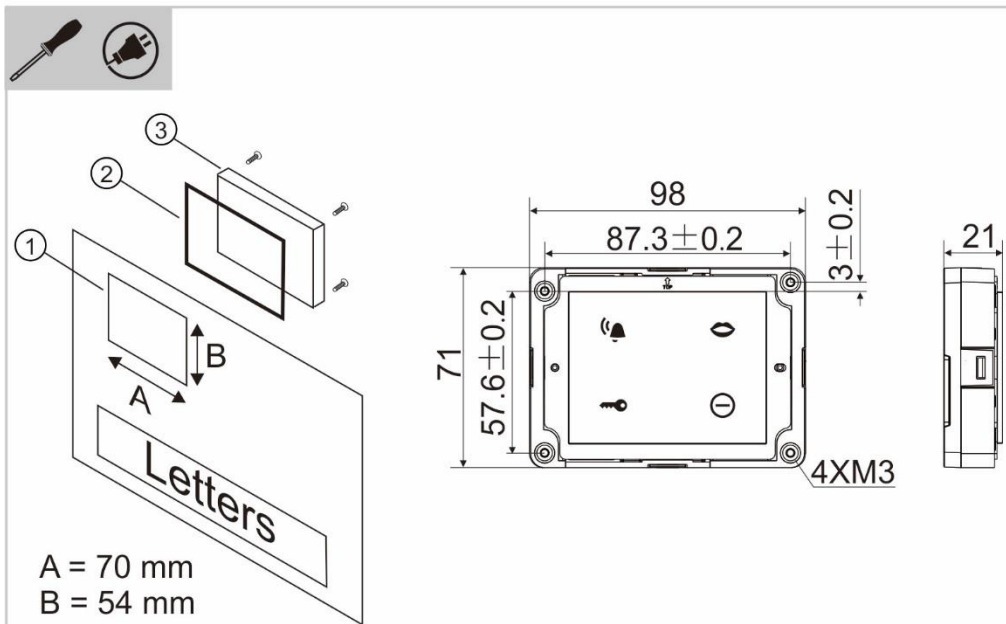

Fig 3
- Gemäß Abb. 3-① eine Öffnung in das Gehäuse schneiden. Ausführliche Maßbilder unter www.busch-jaeger.com oder durch Scannen des QR-Codes.
- Abdichtung (Abb. 3-②) auf der Rückseite des Gehäuses anbringen.
- Modul (Abb. 3-③) anschrauben.
- Cut a hole in the housing, according to Fig3-①. For detailed dimensional drawings are available at www.busch-jaeger.com or by scanning the QR code.
- Stick the sealing Fig3-② onto the backside of the housing.
- Screw on the module Fig3-③.